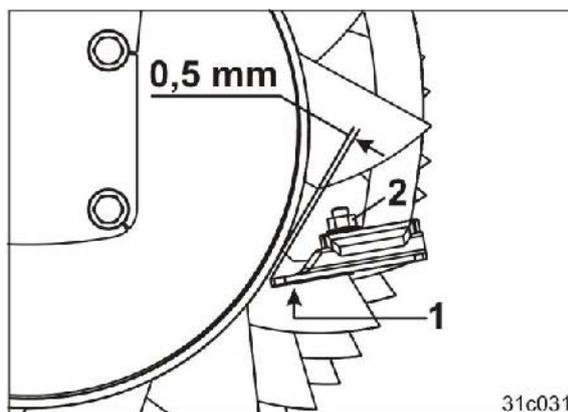

图 124
4. 松脱螺栓（图 124/2）。
5. 拧紧刮板（图 124/1）使之到辊管的距离为 0.5 mm。